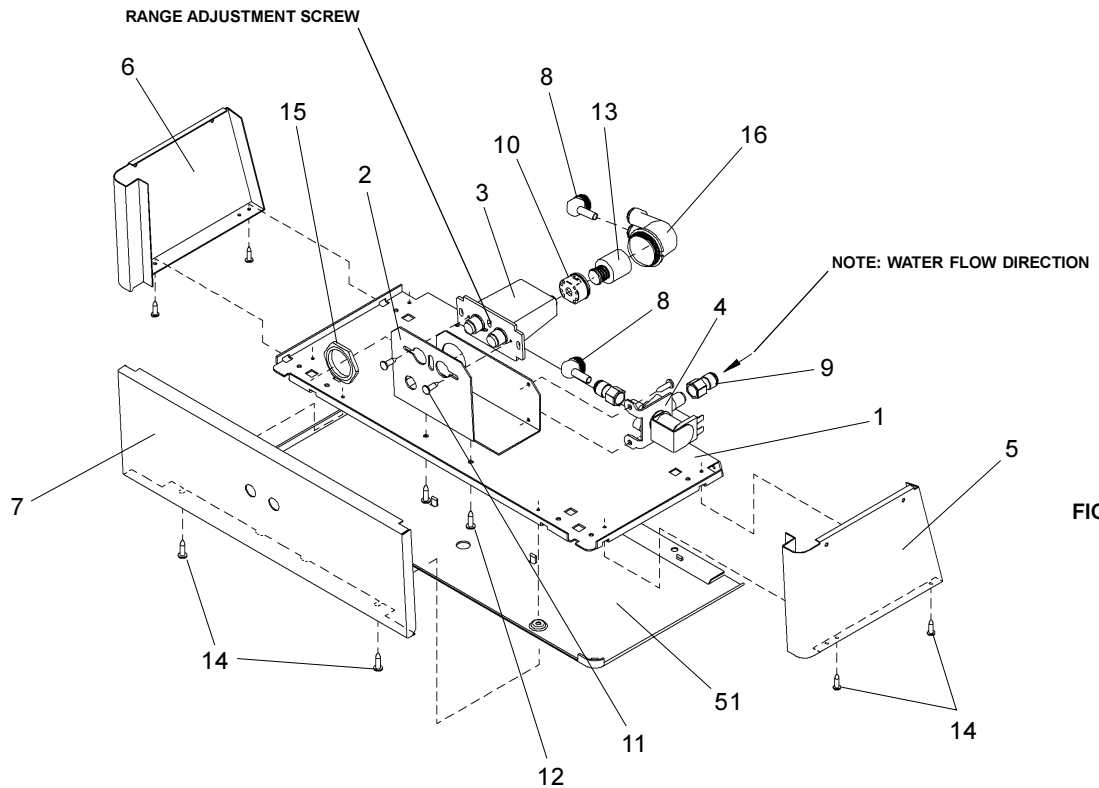

FIG. 3
See Fig. 3 (on page 3) for
- b. Using a small tip screwdriver, rotate range adjustment screw clockwise to increase range and counter-clockwise to decrease range. (See Fig. 3). **CAUTION:** Complete range of sensor (24-46 inches) is only one turn of the adjusting screw.
- b. À l'aide d'un petit tournevis, vissez la vis de réglage de la plage dans le sens des aiguilles d'une montre pour l'augmenter ou dans le sens contraire des aiguilles d'une montre pour la diminuer. (Voir fig. 3). **AVERTISSEMENT:** il suffit de tourner la vis de réglage d'un tour pour faire défiler la plage complète du capteur (61 cm à 117 cm).
- 7) Stream height is factory set at 45-50 PSI. If supply pressure varies greatly from this, re-adjust stream height to approximately 1-1/2" (38mm) above the bubbler guard by turning adjustment screw, accessible by removing front panel, Item No.7 (see Fig.3 & 5).
- 8) Replace the front panel and secure by re-tightening four (4) screws.
- 7) La altura del chorro se determina en la fábrica a 45-50 PSI. Si la presión del suministro varía demasiado de este valor, reajuste la altura del chorro a aproximadamente 1-1/2" por encima del protector del borboteador dando vuelta al tornillo de ajuste sacando el panel frontal de empuje, Artículos 7(vea Fig. 3 y 5).
- 8) Vuelva a colocar el panel frontal y asegúrelo apretando nuevamente los cuatro (4) tornillos.
- 7) Le niveau d'écoulement est réglé en usine à 45-50 Lb/po². Si la pression varie beaucoup de ce point, ajustez le niveau à nouveau à environ 1-1/2" (38mm) au-dessus du protège-barboteur en tournant la vis de réglage du régulateur que l'on trouve en retirant le panneau, article 7 (voir fig. 3 et 5).
- 8) Remplacez le panneau avant et fixez-le en place en resserrant les quatre (4) vis.